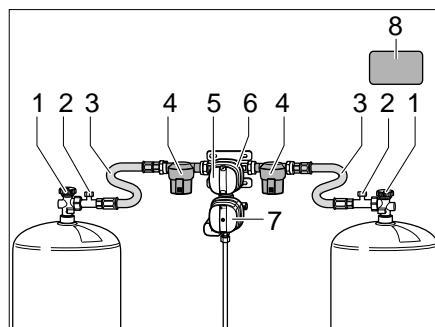
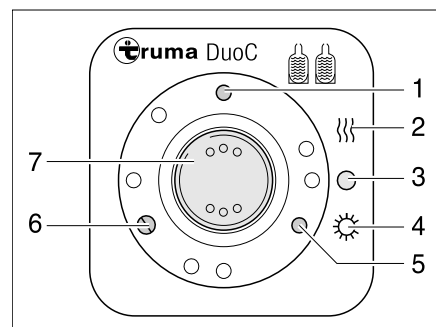
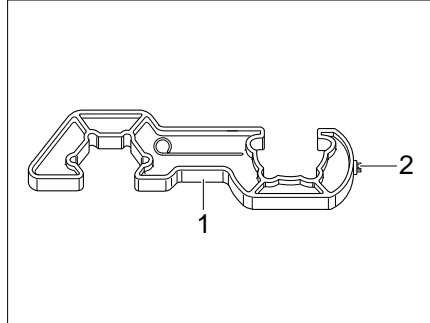
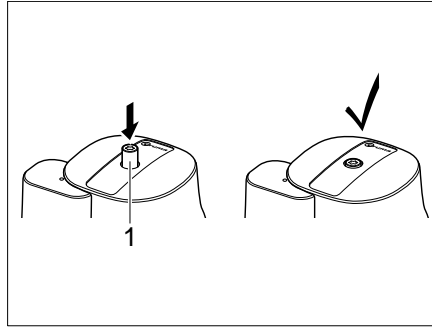

Bild 231 DuoControl-Umschaltanlage
Bild 232 Bedieneinheit
Bild 234 Schraubhilfe
Bild 235 Crashsensor
Die DuoControl-Umschaltanlage besteht aus einem Umschaltventil (Bild 231,6) und der Bedieneinheit (Bild 232). Das Umschaltventil ist zwischen den Hochdruckschläuchen (Bild 231,3) montiert. Mit dem Drehknopf (Bild 231,5) am Umschaltventil kann bestimmt werden, welche der Gasflaschen als Betriebsflasche und welche Gasflasche als Reserveflasche verwendet wird.
Das Umschaltventil (Bild 231,6) ist mit der Regler-Enteisungsanlage EisEx ausgestattet. So werden Störungen der Gasanlage im Winter vermieden.
Vor dem Umschaltventil befinden sich auf jeder Seite ein Gasfilter (Bild 231,4), der die Gasanlage vor Verölung und Verunreinigungen schützt.
An der Bedieneinheit (Bild 232) können nur die elektrischen Funktionen geschaltet werden. Die Haupt-Absperrventile (Bild 231,1) der Gasflaschen müssen von Hand geöffnet werden.
Das Umschaltventil gewährleistet einen konstanten Gasdruck, unabhängig davon, welche Gasflasche Gas liefert. Die zwei Kontroll-Leuchten an der Bedieneinheit zeigen den Füllstand der Betriebsflasche an. Wenn die grüne Kontroll-Leuchte (Bild 232,6) leuchtet, ist die Betriebsflasche voll. Wenn die rote Kontroll-Leuchte (Bild 232,5) leuchtet, ist die Betriebsflasche leer. Die Gasversorgung erfolgt dann über die Reserveflasche.
- Die Haupt-Absperrventile (Bild 231,1) an den Gasflaschen öffnen.
- Mit dem Drehknopf (Bild 231,5) am Umschaltventil (Bild 231,6) die Gasflasche wählen, der vorrangig das Gas entnommen werden soll (Betriebsflasche). Den Drehknopf immer bis zum Anschlag drehen.
- Den Wippschalter (Bild 232,7) auf "O" (Bild 232,3) stellen. Die gelbe Kontroll-Leuchte (Bild 232,1) erlischt.
- Die Haupt-Absperrventile (Bild 231,1) an den Gasflaschen schließen.
Die Kontroll-Leuchten an der Bedieneinheit (Bild 232,5 und 6) signalisieren im Fahrzeuginneren, ob die Betriebsflasche betriebsbereit ist.
Wenn die grüne Kontroll-Leuchte (Bild 232,6) während des Betriebs erlischt und die rote Kontroll-Leuchte (Bild 232,5) aufleuchtet, ist die als Betriebsflasche gewählte Gasflasche leer und muss gewechselt werden. Die Reserveflasche versorgt die Gasverbraucher weiterhin mit Gas.
- ▷ Zum An- und Abschrauben der Hochdruckschläuche die beiliegende Schraubhilfe (Bild 234,1) verwenden. Sie gewährleistet das nötige Anzugsmoment und verhindert Beschädigungen an der Verschraubung durch falsches Werkzeug.
- Das Haupt-Absperrventil (Bild 231,1) an der leeren Gasflasche schließen.
- Den Hochdruckschlauch (Bild 231,3) mit der Schraubhilfe (Bild 234) von der Gasflasche abschrauben.
- Die volle Gasflasche an den Hochdruckschlauch (Bild 231,3) anschließen.
- Das Haupt-Absperrventil (Bild 231,1) an der Gasflasche öffnen.
- Den Drehknopf (Bild 231,5) am Umschaltventil (Bild 231,6) mit einer halben Umdrehung so einstellen, dass die eben gewechselte Gasflasche als Reserveflasche dient.
- Knopf (Bild 231,2) für die Schlauchbruchsicherung am Hochdruckschlauch drücken, um sie zu aktivieren.
- Ggf. den Rückstellknopf (Bild 235,1) am Crashsensor drücken.
- ▶ Sicherheitsaufkleber (Bild 231,8) im Gaskasten beachten.
- Mit dem Torx T20 (Bild 234,2) an der Schraubhilfe den Entsicherungsknopf (Bild 235,1) eindrücken, leicht im Uhrzeigersinn drehen und 5 Sekunden lang halten.
Der Crashsensor ist betriebsbereit, wenn der Entsicherungsknopf (Bild 235,1) in der versenkten Stellung bleibt.
- Nach dem Wechsel der Gasflasche grünen Knopf (Bild 231,2) am Hochdruckschlauch (Bild 231,3) kräftig drücken.